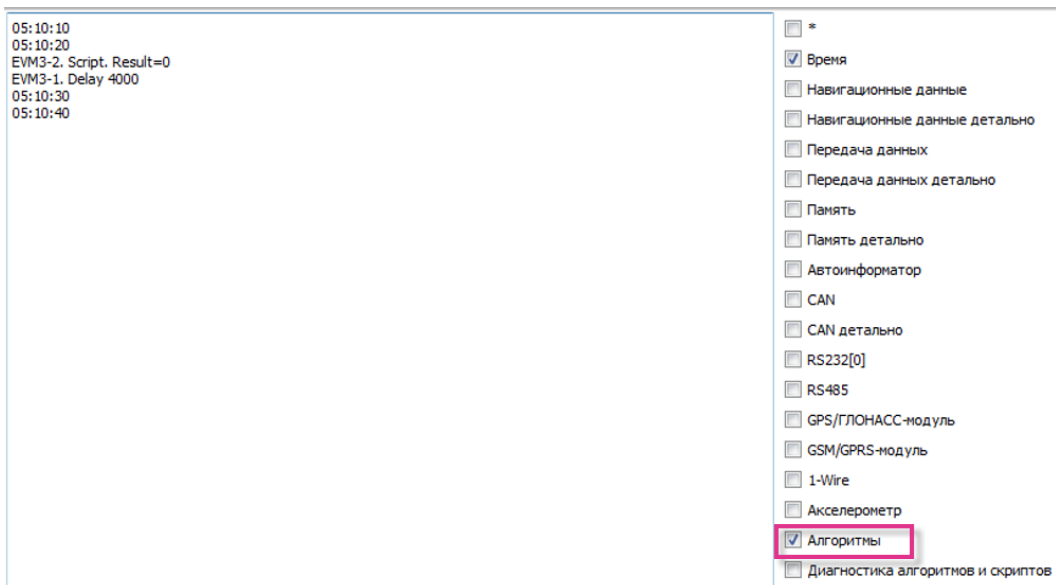

Рис. 12
12. Для проверки работоспособности алгоритма перейдите на вкладку «Диагностика» Конфигуратора, отметьте параметр «Алгоритмы» и проверьте наличие диагностических сообщений (Рис. 12):